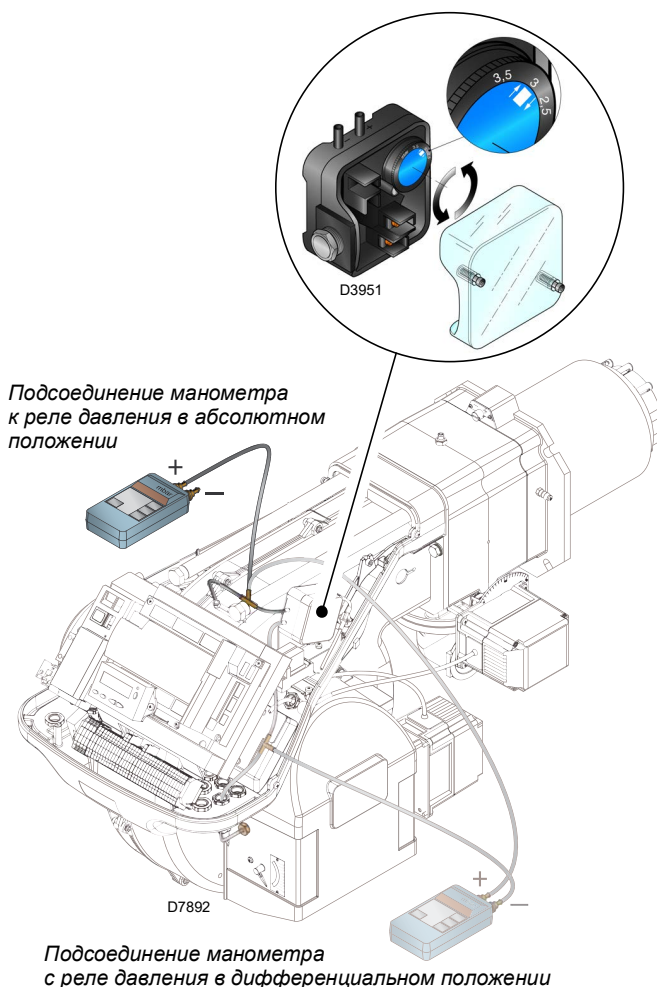

Рис. 29
- Отрегулируйте реле давления воздуха (Рис. 29 на стр. 32) на начало шкалы.
Настройка реле давления воздуха (Рис. 29) выполняется после всех остальных регулировок горелки, устанавливая реле давления воздуха на начало шкалы.
Подсоединение манометра указано на Рис. 29. Стандартная конфигурация, когда подсоединено реле абсолютного давления воздуха. Обратите внимание, что наличие "Т" - образного соединения не входит в поставку.
В этом случае манометр также должен быть дифференциальным, как показано на Рис. 29.